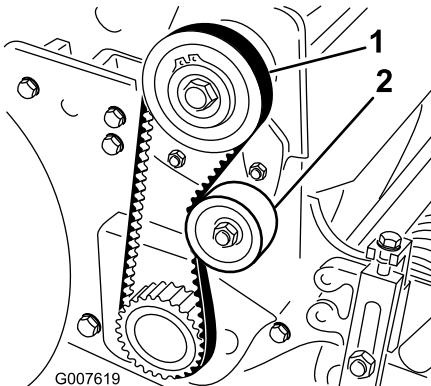

図 37
2. プーリ間の中央部で図 37、1822 N (1.8 - 2.3 kg)
な張りを出す図 37。